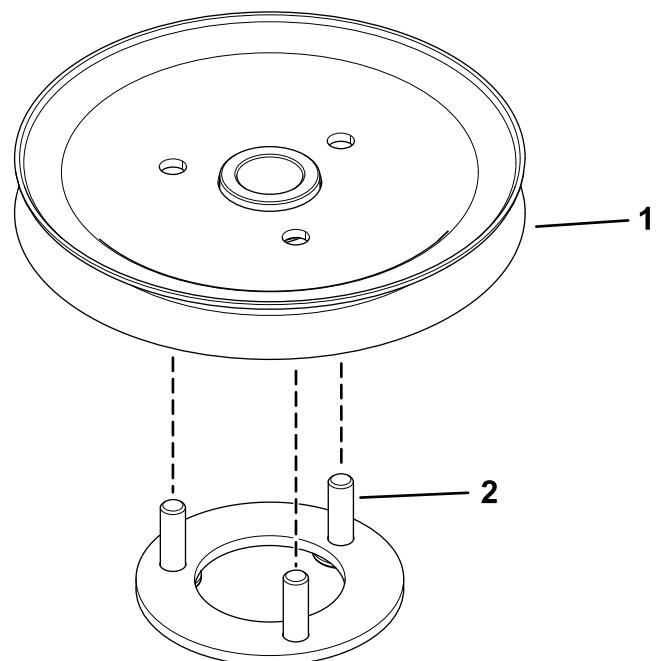

Figura 7
3. Insira a montagem da placa da polia nos orifícios da roldana (Figura 7).